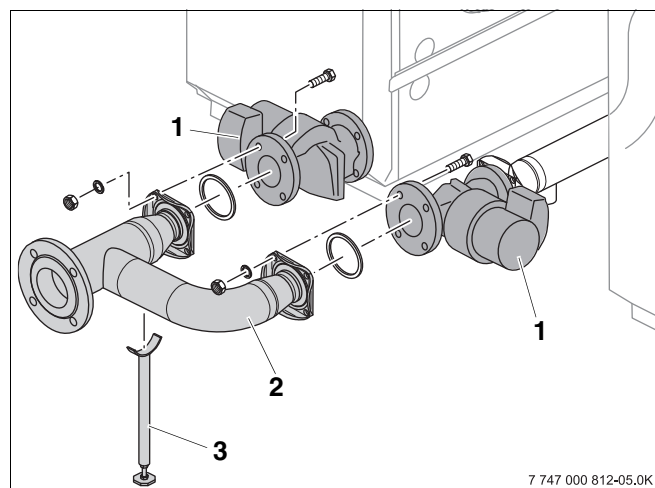

Fig. 12 Montaggio del raccordo di ritorno
- Avvitare il raccordo di ritorno (fig. 12, [2]) con relativa guarnizione alla pompa (fig. 12, [1]) con 4 viti e dadi, come raffigurato in fig. 12.
- Posizionare il puntello (fig. 12, [3]) sotto il raccordo di ritorno e regolarlo in altezza finché la tubazione di ritorno non risulti priva di tensione.